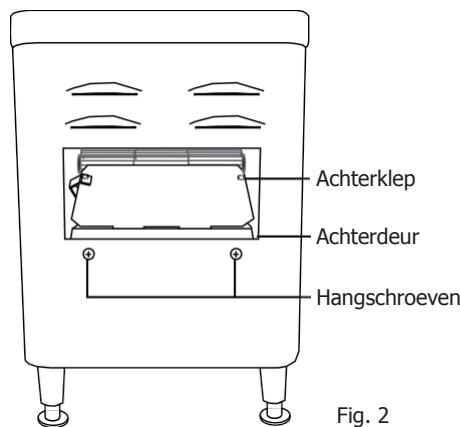

Fig. 2
2. Plaats deze in de binnenkant van het apparaat door de ronde lip van de klep op de twee pinnen te laten rusten aan het einde van de band [fig. 2].